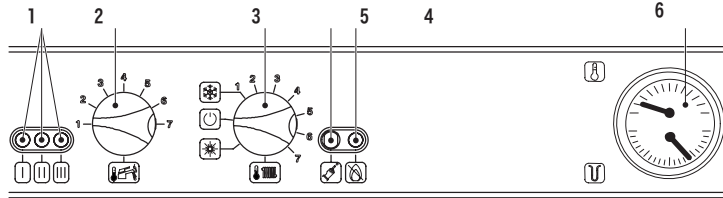
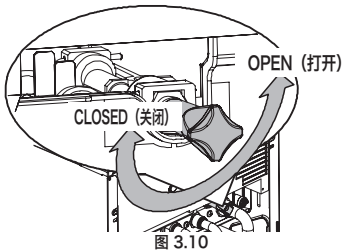

图 3.1
图 3.10
锁定信号灯 5 (图 3.1) 常亮。按下复位按钮 4。
- 激活安装的双极开关给锅炉通电, 信号灯 1 (图 3.1) 将闪烁, 约每 4 秒一次。
打开位于锅炉下面的加注阀门 (图 3.10)，同时检查 6 中的压力表 (图 3.1) 显示上的供暖回路压力。
如果室内温度过高，请勿调节散热器阀门，而是使用室内温控器或图 3.1 所示的供暖调节旋钮 3 降低供暖温度。
如果锅炉不工作且锁定信号灯 (4，见图 3.1) 亮起，则锅炉处于安全锁定模式中。要恢复工作，应按锅炉控制面板上的复位键 5 (图 3.1)。